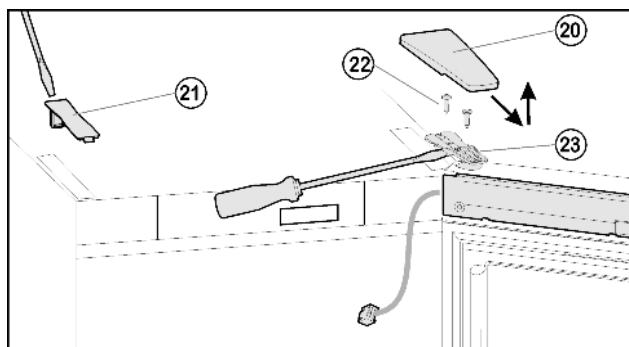
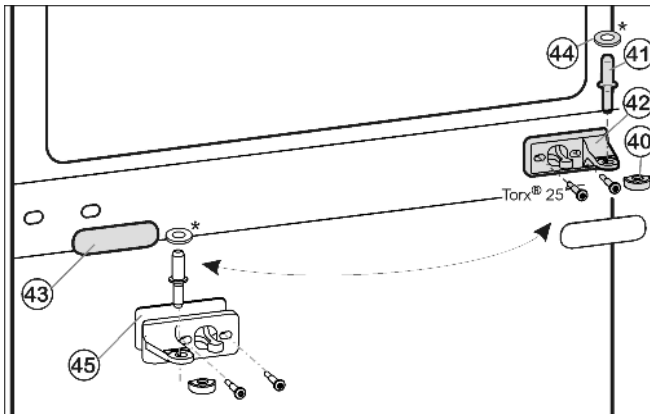
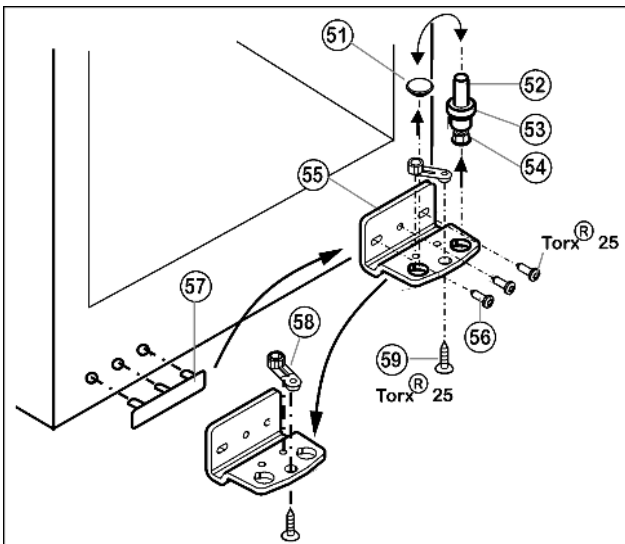

Fig. 6
Fig. 7
Fig. 8
- ▶ Крышку Fig. 6 (20) снимите движением вперед и вверх
- ▶ Снимите крышку Fig. 6 (21).
- ▶ Полностью выверните винты Fig. 6 (22).
- ▶ Снимите дверцу вместе с опорным кронштейном Fig. 6 (23) и кабелем вверх. Для снятия, возможно, понадобится осторожно подцепить опорный кронштейн снизу шлицевой отвёрткой.
- ▶ Вытащите из опорного кронштейна и нижней дверцы средний опорный палец Fig. 7 (41).
- ▶ Снимите пластмассовый колпачок Fig. 7 (40).
- ▶ Открутите средний опорный кронштейн Fig. 7 (42) (2 шт. Torx® 25).
- ▶ Осторожно снимите накладку Fig. 7 (43).
- ▶ Прикрутите средний опорный кронштейн Fig. 7 (42) с подкладкой Fig. 7 (45) с поворотом на 180° на новую сторону шарнира (с моментом 4 Нм).
- ▶ Защелкните накладку Fig. 7 (43), повернув на 180°, на стороне, где теперь будет ручка.
- ▶ Извлеките опорный винт Fig. 8 (52) в комплекте с шайбой Fig. 8 (53) и регулируемой опорой Fig. 8 (54), вытягивая его вверх.
- ▶ Снимите пробку Fig. 8 (51).
- ▶ Открутите Fig. 8 (56) опорный кронштейн Fig. 8 (55).
- ▶ Открутите Fig. 8 (59) опорную деталь Fig. 8 (58) и, переставив в отверстие на противоположной стороне опорного кронштейна, снова прикрутите.
- ▶ Осторожно снимите и переставьте на противоположную сторону крышку со стороны ручки Fig. 8 (57).
- ▶ Снова прикрутите опорный кронштейн Fig. 8 (55) на новой стороне шарнира (с моментом 4 Нм). При необходимости используйте аккумуляторный шуруповерт.
- ▶ Переставьте пробку Fig. 8 (51) в свободное отверстие.
- ▶ Вновь установите опорный винт Fig. 8 (52) в комплекте с шайбой и регулируемой опорой. При этом фиксатор должен быть направлен назад.
- ▶ Установите дверь сверху на опорный палец Fig. 8 (52).
- ▶ Снова наденьте пластмассовый колпачок Fig. 7 (40) на средний опорный кронштейн Fig. 7 (42).
- ▶ Вставьте средний опорный палец Fig. 7 (41) через средний опорный кронштейн Fig. 7 (42) в нижнюю дверцу.
- ▶ Установите верхнюю дверцу на средний опорный палец *Fig. 7 (41)*, закройте дверцу и установите верхний опорный кронштейн *Fig. 6 (23)* так, чтобы он защелкнулся в верхней стороне устройства.
- ▶ Закрутите опорный кронштейн *Fig. 6 (23)* (с усилием 4 Нм). При необходимости просверлите отверстия или используйте аккумуляторную отвертку.
- ▶ Защёлкните крышку *Fig. 6 (20)* и крышку *Fig. 6 (21)*.
- ▶ При необходимости выровняйте дверцы через два продольных паза в нижнем опорном кронштейне *Fig. 8 (55)* и среднем опорном кронштейне *Fig. 7 (42)* параллельно корпусу устройства. Для этого выкрутите средний винт на нижнем опорном кронштейне *Fig. 8 (55)*.